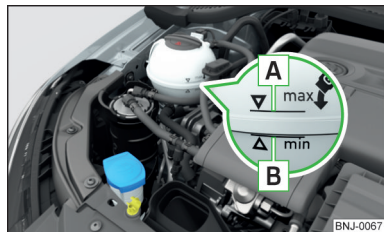

Fig. 171
Controllo del livello del liquido di raffreddamento - il livello del liquido di raffreddamento deve trovarsi tra le tacche **A** e **B** » fig. 171. Se il livello del liquido di raffreddamento è al di sotto della tacca **B**, rabboccare il liquido di raffreddamento.
Le **specifiche** del liquido di raffreddamento si trovano sul serbatoio di compensazione del liquido di raffreddamento » fig. 171.
- Non riempire il liquido di raffreddamento al di sopra della tacca **A** » fig. 171. Riscaldandosi, il liquido di raffreddamento potrebbe fuoriuscire dal sistema di raffreddamento - pericolo di danneggiare i componenti del vano motore.